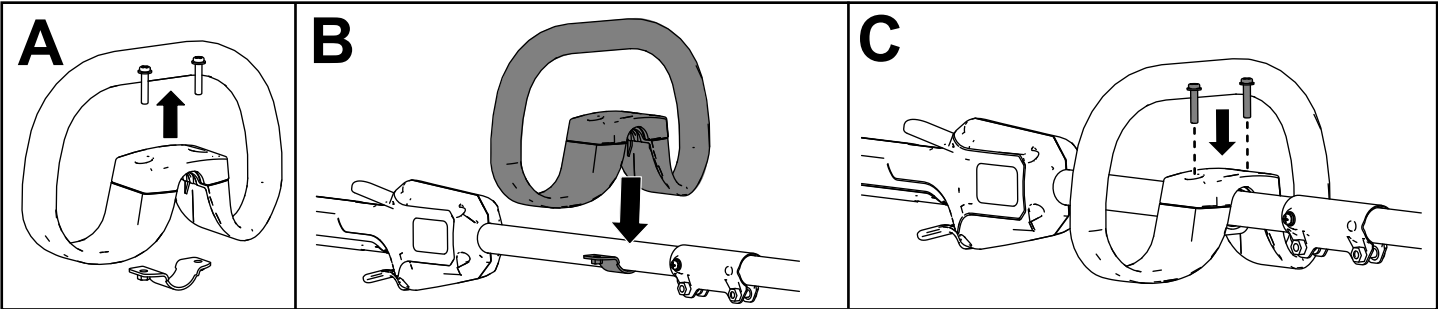

Figura 4
1. Usando un destornillador Phillips, retire los 2 tornillos y separe la empuñadura auxiliar de la abrazadera (Figura 4, A).
2. Alinee la empuñadura auxiliar con la abrazadera en el mango de la desbrozadora (Figura 4, B).
3. Sujete la empuñadura auxiliar a la abrazadera con los 2 tornillos que retiró anteriormente (Figura 4, C).
3. Sujete el protector a la base de la desbrozadora con los 2 tornillos allen, las 2 arandelas y los 2 espaciadores que retiró anteriormente (Figura 4, C).